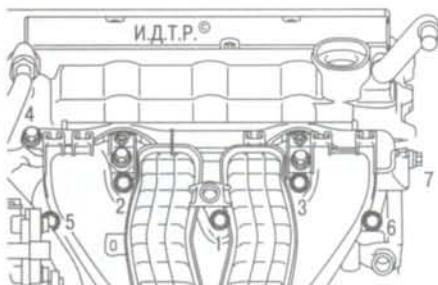

Рис. 5.17. Порядок затяжки болтов крепления впускного коллектора
13. Установите впускной коллектор и все ранее снятые детали в обратном порядке, болты крепления впускного коллектора заворачивайте в порядке, показанном на рис. 5.17.